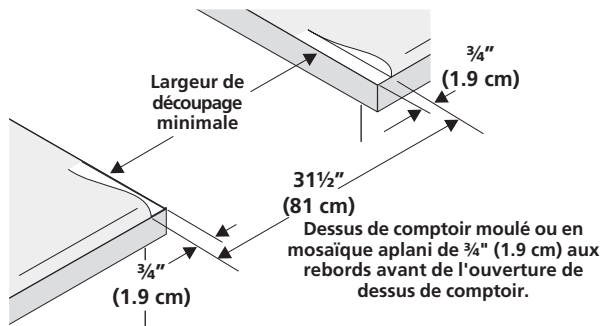

Figure 2
- Les dessus de comptoir au **rebord avant moulé** doivent être aplanis de  $\frac{3}{4}$ " (1.9 cm) à chaque coin avant de l'ouverture (Figure 2).
- Il est possible qu'il soit nécessaire d'araser de  $\frac{3}{4}$ " (1.9 cm) les dessus de **comptoir en mosaïque** à chaque coin avant et/ou d'aplanir le rebord arrondi (Figure 2).